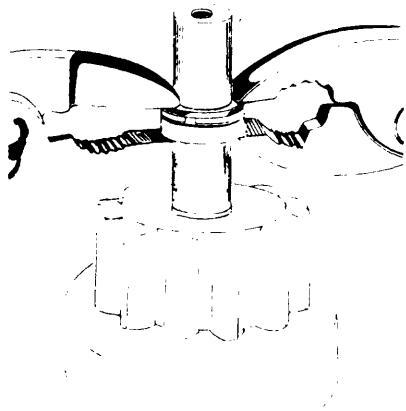

Fig. 3
- 2 Complemente, con una arandela plana, la fijación del anillo retén (fig. 3).